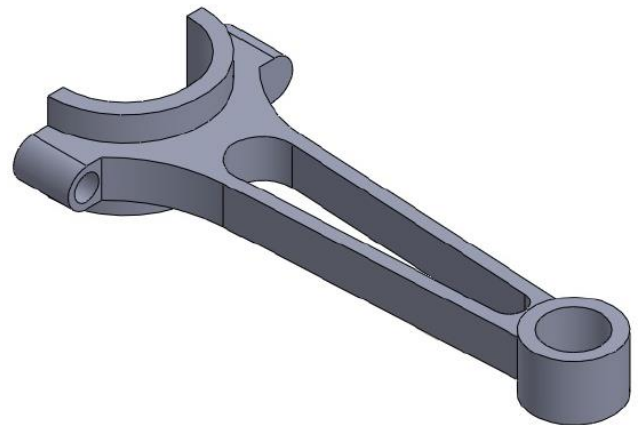

Рисунок 5.49 – Модель після створення отвору
- е) Створіть отвір користувальницького розміру за допомогою інструмента **Hole Wizard** (рис. 5.49).